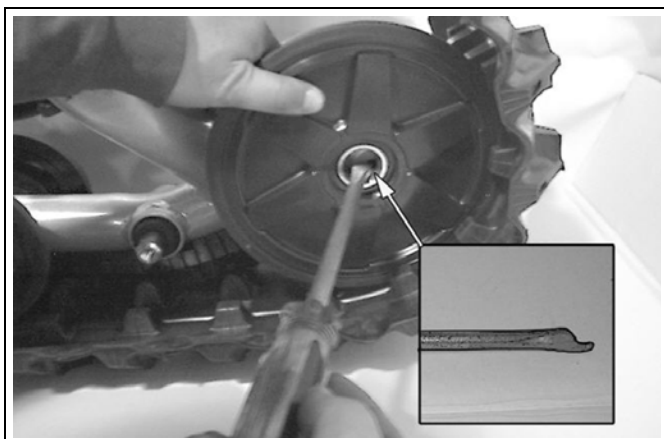

Abbildung 25
- Wenn Sie an hinteren Raupenkettensystemen arbeiten, montieren Sie wieder die 134-mm Laufräder (siehe Abbildung 25).